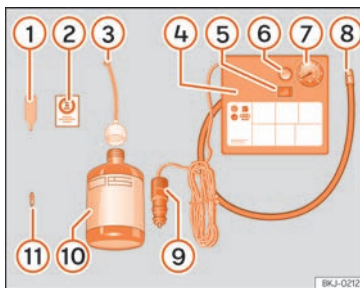

Abb. 41 Prinzipdarstellung: Bestandteile des Pannensets.
Das Pannenset befindet sich im Gepäckraum unter dem Bodenbelag. Es besteht aus folgenden Bestandteilen » Abb. 41:
- Ventilkappe und Ventileinsatz vom Reifenventil abschrauben. Verwenden Sie den Ventileinsatzdreher » Abb. 41 1 zum Heraus-schrauben des Ventileinsatzes. Legen Sie den Ventileinsatz auf einem sauberen Untergrund ab.
- Reifendichtungsmittelflasche kräftig schütteln » Abb. 41 10.
- Schrauben Sie den Einfüllschlauch »» **Abb. 41 ③** auf die Dichtmittelflasche. Die Folie am Verschluss wird automatisch durchstoßen.
- Verschlussstopfen vom Einfüllschlauch »» **Abb. 41 ③** entfernen und das offene Ende ganz auf das Reifenventil stecken.
- Ventileinsatz mit dem Ventileinsatzdreher »» **Abb. 41 ①** wieder in das Reifenventil schrauben.
- Schrauben Sie den Reifenfüllschlauch »» **Abb. 41 ⑧** des Luftkompressors fest auf das Reifenventil.
- Prüfen Sie, ob die Luftablassschraube »» **Abb. 41 ⑥** zuge dreht ist.
- Stecker »» **Abb. 41 ⑨** in die 12 Volt-Steckdose des Fahrzeugs stecken »» **Seite 172**.
- Schalten Sie den Luftkompressor mit dem EIN- und AUS-Schalter »» **Abb. 41 ⑤** ein.
- Kleben Sie den Aufkleber »» **Abb. 41 ②** im Sichtfeld des Fahrers auf das Kombi-Instrument.
Den Reifenfüllschlauch »» **Abb. 41 ⑤** wieder anschließen und den Reifenfülldruck an der Reifenfülldruckanzeige **⑥** ablesen.